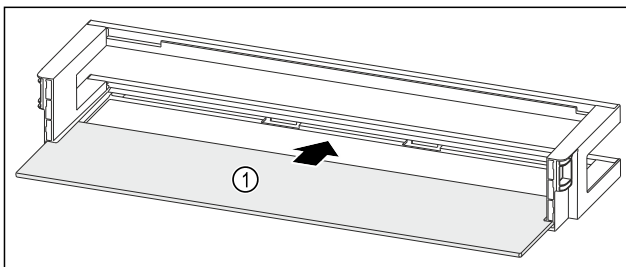

Fig. 88 Türabsteller mit Abstellfläche
- ▶ Abstellfläche Fig. 88 (1) in die seitlichen Aussparungen einschieben.